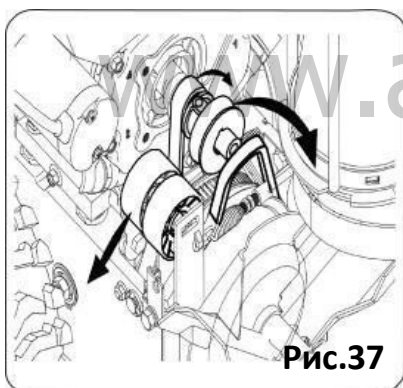

Рис.37
- Возьмитесь за шкив холостого хода и поверните его вправо. Снимите приводной ремень со шкива двигателя см.рис.37.